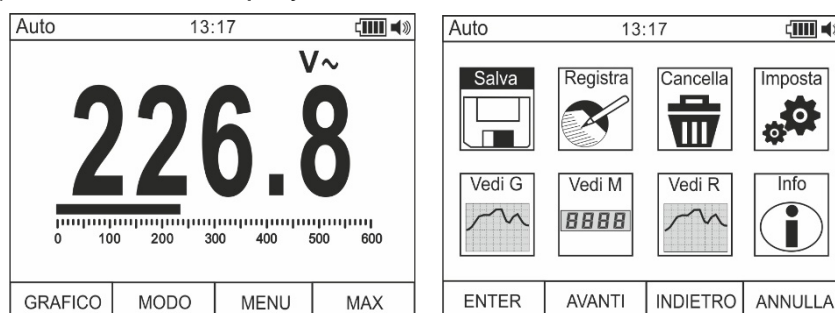

Abb. 9: Hauptmenü des Geräts
1. Mit angezeigtem Messergebnis (siehe Fig. 9 – linker Teil), drücken Sie die Funktionstaste **F3**, um ins Hauptmenü des Gerätes einzutreten. Die Bildschirmseite (siehe Fig. 9 – rechte Seite) erscheint im Display.